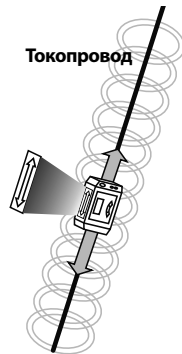

Рис. 15 – Расположение относительно трассы – индукционный режим
1. Правильно расположите передатчик относительно целевого токопровода (см. Рис. 15). На верхней части передатчика находится стрелка. Установите передатчик на землю и совместите стрелку с целевым токопроводом.